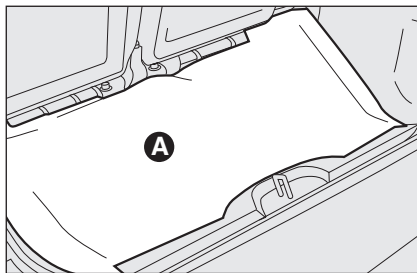

fig. 3
- sollevare il tappeto del pianale vano bagagli **A-fig. 3**;
- sistemare il ruotino di scorta **D**-fig. 3 nell'apposito vano ricavato nel bagagliaio;